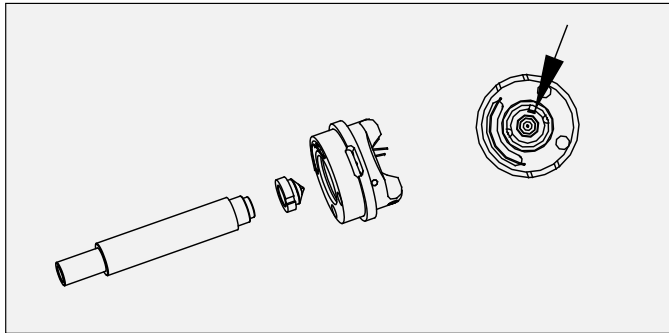

Figure 42c : Pose de la buse de pulvérisation en carbure
4. Trouvez l'ouverture femelle du porte-buse sur la partie mâle de l'outil 79642-00 comme indiqué en 42c. Engagez le porte-buse dans le chapeau d'air en alignant la fente du porte-buse sur l'ergot du chapeau d'air (voir Figure 42c). Un léger coup sur l'outil permet d'encliqueter le porte-buse en position. Déposez l'outil 79642-00 du montage.